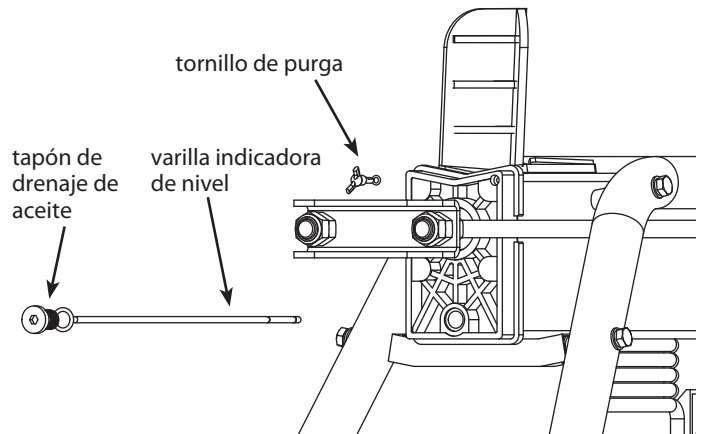

Figura 8
2. Retire el perno de drenaje de aceite y la varilla indicadora de nivel. Asegúrese de que el tornillo de purga esté cerrado firmemente. **(CONSULTE LA FIGURA 8)**